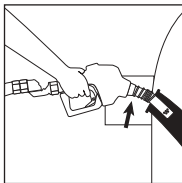

Ilustración 11
• **Solución:** Reduzca la medida del caudal apretando menos la abrazadera para cargar el combustible. Algunos tubos de combustible tienen diseños que no permiten retener adecuadamente la pistola surtidora. En tales casos, se debe sostener la pistola surtidora manualmente para evitar que se cierre antes de tiempo y/o que se caiga del tubo de combustible. (Vea la ilustración 11)